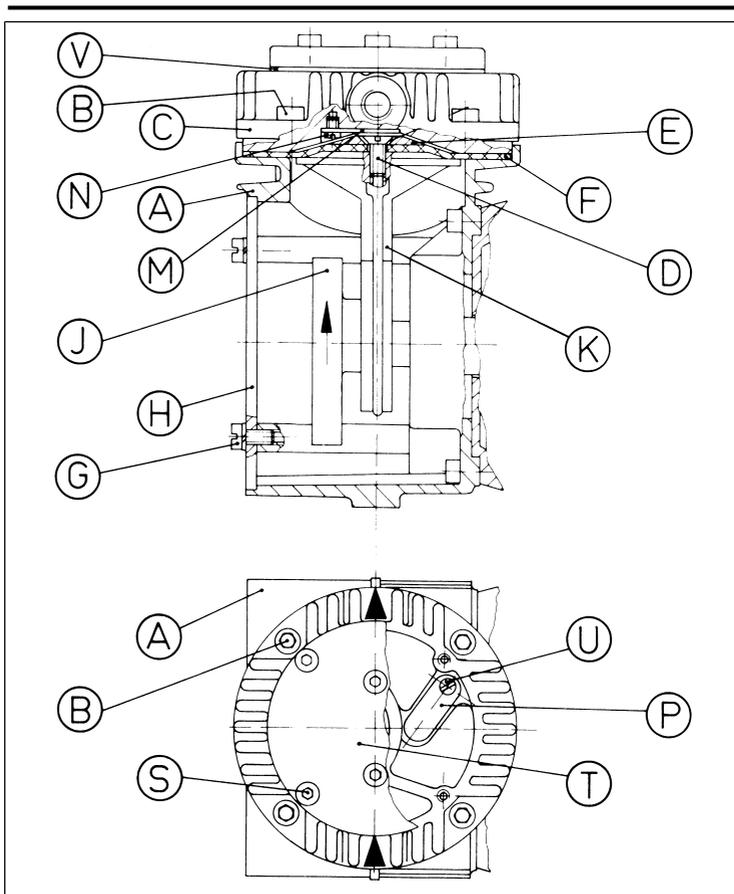

Fig.5: Parti della pompa
**come da capitolo Fig. 5
Tab.20: Parti di ricambio come da capitolo Fig. 5
Membrana e valvole sostituite.	<ul style="list-style-type: none"> → Verificare la tenuta dei tubi flessibili. → Serrare eventualmente le viti (B) o (S) (vedere Fig. 5) con cautela in sequenza incrociata.